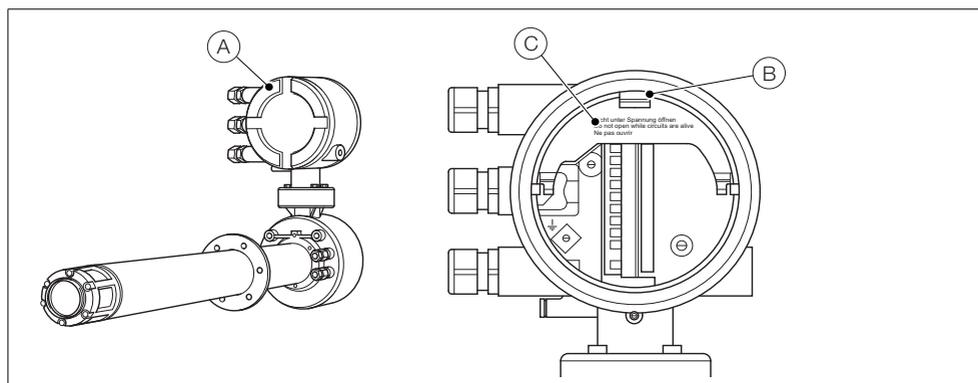

Fig. 4.11 Trasmettitore integrale – Accesso ai collegamenti
Con riferimento alla Fig. 4.11:
1. Alimentare il cavo di alimentazione CA entrante tramite il passacavo (A).
2. Sulla morsettiera (B) effettuare i collegamenti ai terminali di alimentazione CA in tensione (marrone) e neutro (blu).
3. Collegare il cavo di massa dell'alimentazione CA entrante al collegamento di massa interno (C).
4. Chiudere il coperchio dell'alimentazione incernierato (vedere Fig. 4.11).
5. Alimentare i cavi dei segnali tramite i passacavi (D) ed effettuare i collegamenti alle uscite relè, ai terminali della scheda opzionale e dell'uscita corrente, se necessario.
6. Rimontare il coperchio posteriore (vedere Fig. 4.11) e serrarlo manualmente.